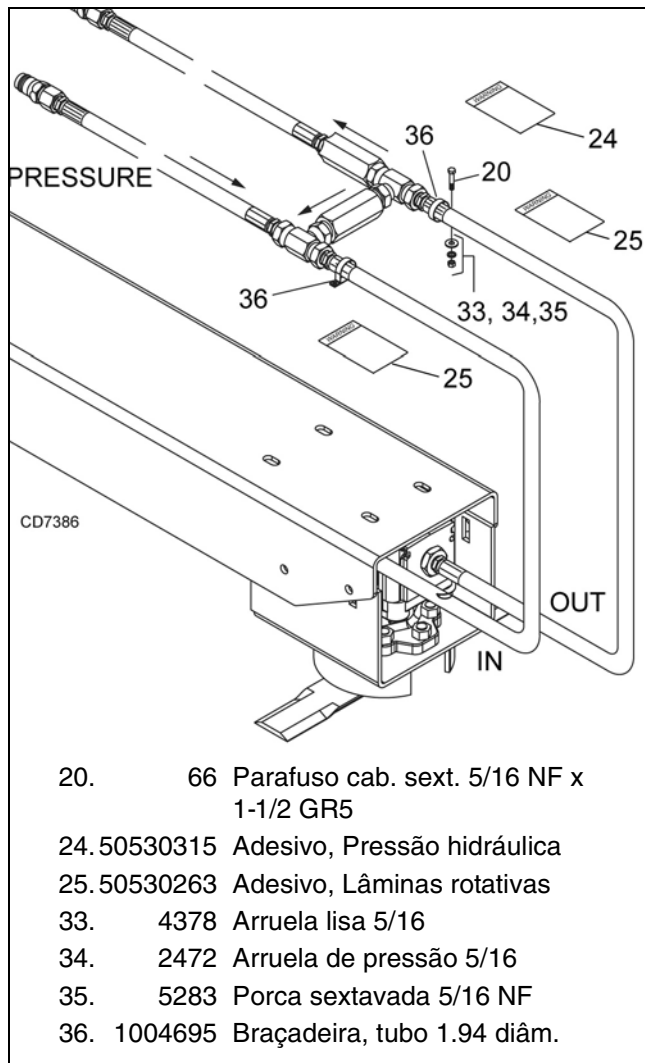

Figura 62. Instalação da braçadeira de mangueira
1. Coloque as braçadeiras de mangueira (36) em torno das mangueiras (11) e centralize as mangueiras entre a placa central.
3. Fixe as braçadeiras de mangueira ao triturador usando parafusos 5/16 NF x 1-1/4 (20), arruelas lisas (33), arruelas de pressão (34) e porcas sextavadas (35). Consulte a Figura 62.
Aplique os adesivos de segurança (24 e 25) em uma superfície limpa na parte de trás do triturador, onde possam ser vistos sem obstruções. Instale os adesivos (25) em ambos os lados do conjunto de mangueira. Consulte a Figura 62.